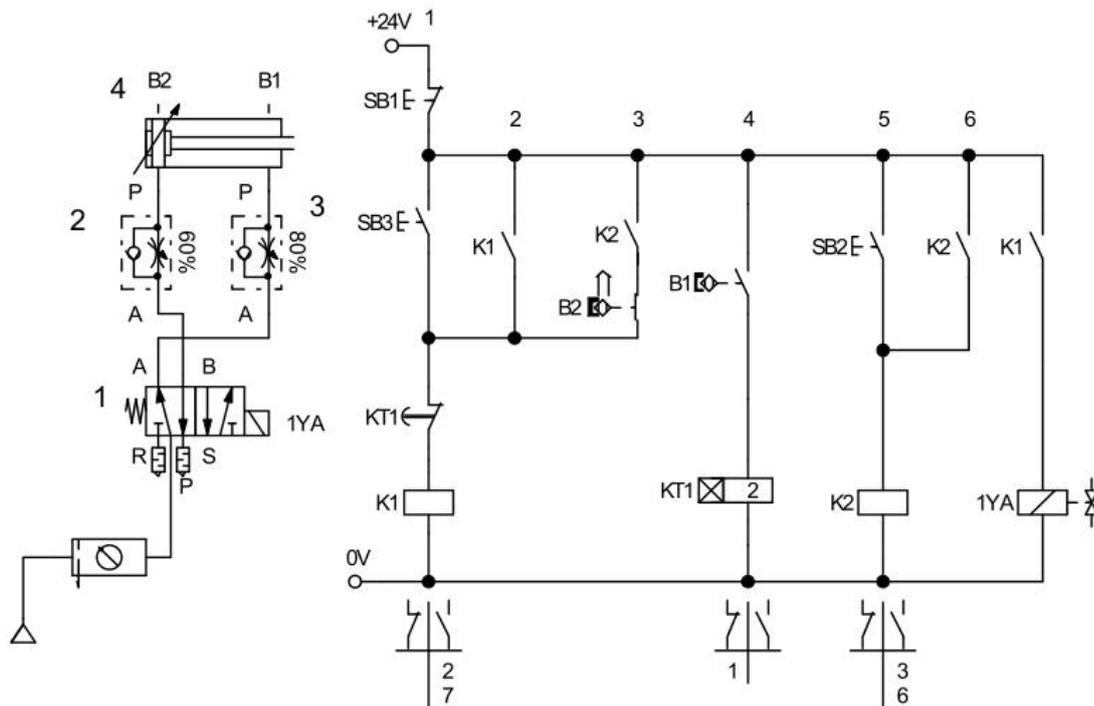

图 H1-2-1 单气缸延时往复气动回路和电气控制回路
(1) 任务描述：安装并调试单气缸延时往复气动系统，气动回路图和电气控制线路图如下图H1-2-1 所示：